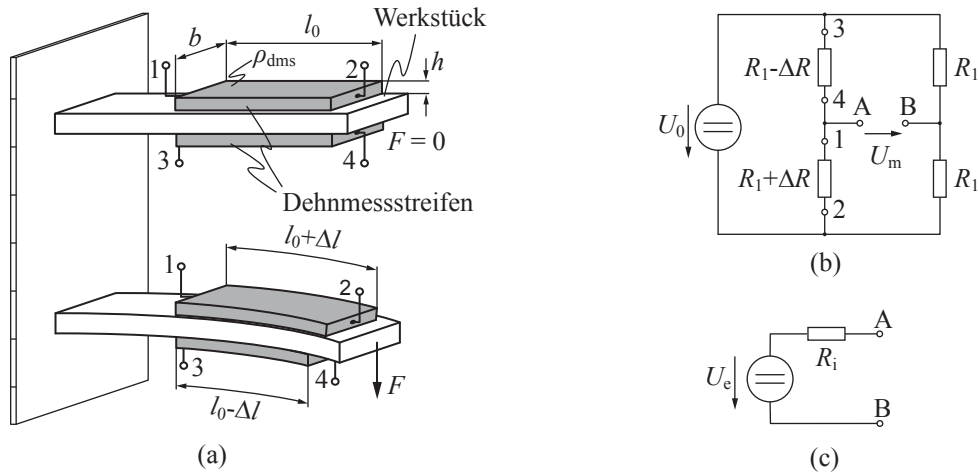

Fig. 3: (a) Aufbau und Prinzip der Dehnmessstreifen. (b) Beschaltung der Dehnmessstreifen. (c) Ersatzspannungsquelle mit Innenwiderstand.
Dehnmessstreifen werden zur Messung von Kräften oder Gewichten eingesetzt. Wie in **Fig. 3(a)** gezeigt, sind dabei zwei Dehnmessstreifen auf ein Werkstück aufgebracht, die bei anliegender Kraft F gestreckt bzw. gestaucht werden ($k = \frac{F}{\Delta l} = 50 \text{ N/mm}$). Der Dehnmessstreifen, bestehend aus einem Material mit spezifischem Widerstand $\rho = 4 \cdot 10^4 \text{ } \Omega \text{ mm}^2/\text{m}$, hat die Breite $b = 8 \text{ mm}$, die Dicke $h = 80 \text{ } \mu\text{m}$ und die Länge l_0 , wenn keine Kraft F am Werkstück anliegt. Die Querschnittsfläche der Dehnmessstreifen kann bei Streckung und Stauchung als konstant angenommen werden. Die Dehnmessstreifen werden wie in **Fig. 3(b)** in einer Brückenschaltung angeschlossen.
- Ermitteln Sie den algebraischen Zusammenhang zwischen der einwirkenden Kraft F und der Widerstandsänderung ΔR des Dehnmessstreifens. Bestimmen Sie ausserdem den algebraischen Zusammenhang zwischen der Kraft F und der Messspannung U_m für die Schaltung in **Fig. 3(b)**. (6 Pkt.)
- Bestimmen Sie den Innenwiderstand R_i und die Ersatzspannungsquelle U_e des in **Fig. 3(c)** gezeigten Ersatzschaltbildes bezüglich der Klemmen A und B für den Fall, dass eine Masse von 10 kg am Werkstück anhängt ist ($g = 10 \text{ m/s}^2$). (6 Pkt.)